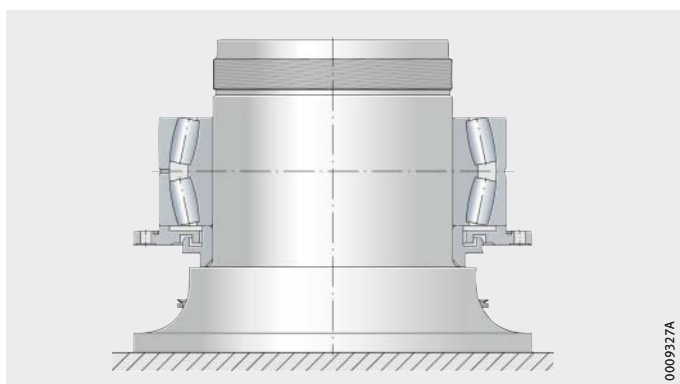

Bild 11
- Das erwärmte Pendelrollenlager mittels geeigneter Hebevorrichtung auf die Welle schieben, bis der Labyrinthring erreicht ist, *Bild 11*. Während des Aufziehens muss der Innenring zur Welle genau parallel ausgerichtet sein, um ein Verkanten des Innenrings zur Welle zu vermeiden. Bei Gefahr von Klemmen sofort wieder abziehen und neu erwärmen.